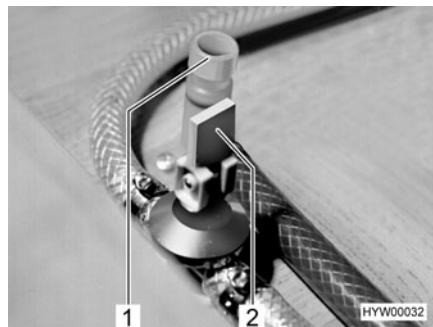

Fig. 131 Robinets de vidange
- Fermer le robinet de vidange (Fig. 131,2). Pour cela, placer le levier à bascule en position horizontale.
- Fermer le robinet de vidange (Fig. 131,1). Pour ce faire, tourner le capuchon dans le sens des aiguilles d'une montre.
- Ouvrir le robinet de vidange du chauffe-eau (Fig. 131,2). Pour ce faire, mettre le levier à bascule du robinet de vidange du chauffe-eau à la perpendiculaire.